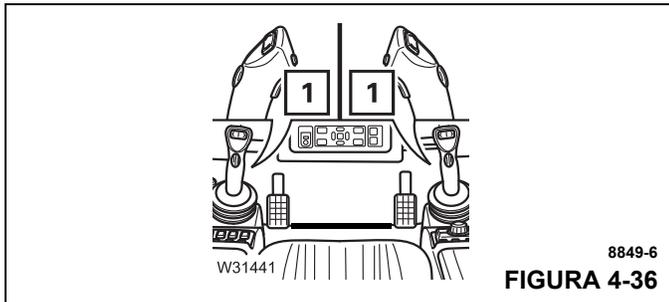

FIGURA 4-36
4. no oprima ninguno de los interruptores de hombre muerto (1, Figura 4-36)